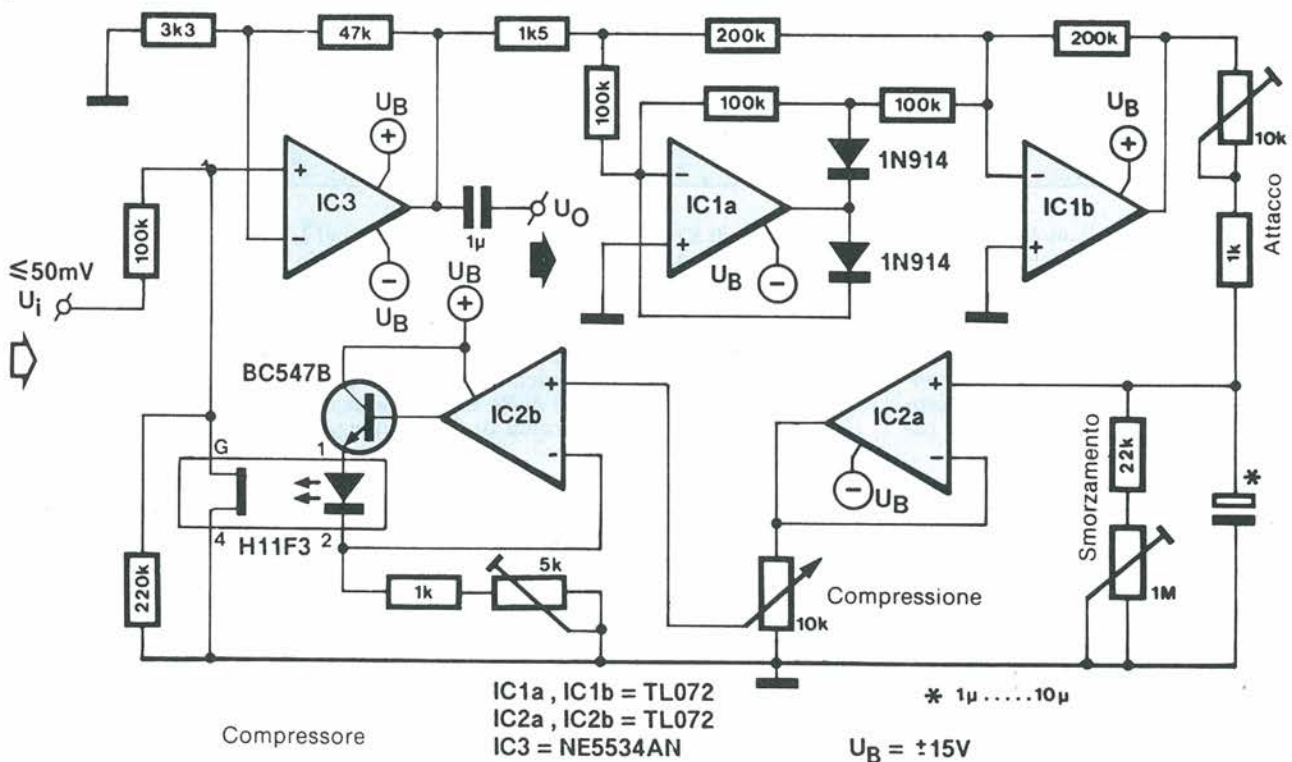

Figura 3. Il nuovo accoppiatore ottico utilizzato come elemento di regolazione in un circuito compressore.
*Figura 3. Il circuito è suddiviso in due parti: "a" mostra il regolatore e "b" il circuito oscillatore. I componenti entro le linee tratteggiate vanno montati sulla piastra di alluminio.*
pale caratteristica è una cifra di intermodulazione per iniezione di cariche insolitamente bassa. La Figura 3 rappresenta un'applicazione più pratica dell'accoppiatore ottico a FET, nel progetto di un compressore i cui tempi di attacco e di smorzamento, nonché il tasso di compressione, sono separatamente regolabili. Il limitatore mostrato in Figura 4 è basato sull'utilizzo di un circuito comparatore che pilota il LED a raggi infrarossi nell'accoppiatore ottico ogni volta che la tensione d'ingresso ad audiofrequenza supera un livello predeterminato. Come avviene per il compressore, i tempi di attacco e di smorzamento possono essere definiti entro un ampio campo.